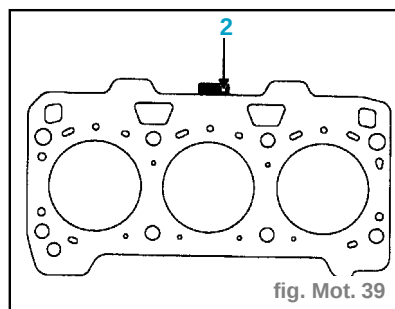

fig. Mot. 39
- Le joint de culasse réparation se repère par un trou (2) sur la languette et à une épaisseur de **1,65 ± 0,04 mm**. (fig. Mot. 39)